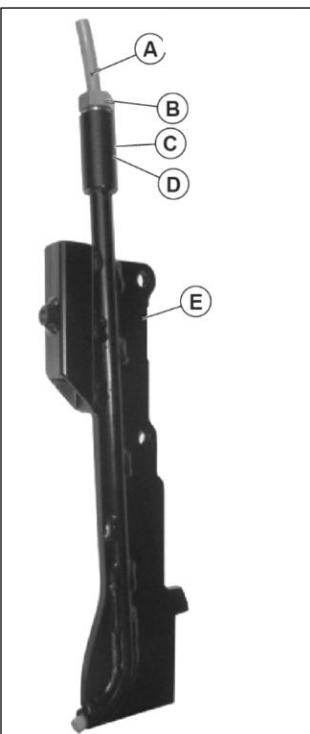

Fig. 4
1. Es necesario colocar en la estructura de la aleta (E)
2. las siguientes piezas en este orden: la junta tórica (D)
3. el distanciador (C) y el casquillo roscado (B)
Dejar el casquillo roscado ligeramente flojo e introducir el tubo flexible (A) hasta que salga por la parte inferior unos 5 mm aproximadamente. Sucesivamente, apretar el casquillo roscado ayudándose con una llave nº 17. El tubo quedará bloqueado por consiguiente. En la Fig. 4 se aprecia el aspecto de la aleta ensamblada correctamente. Ahora es posible colocar la aleta en la estructura del equipo.